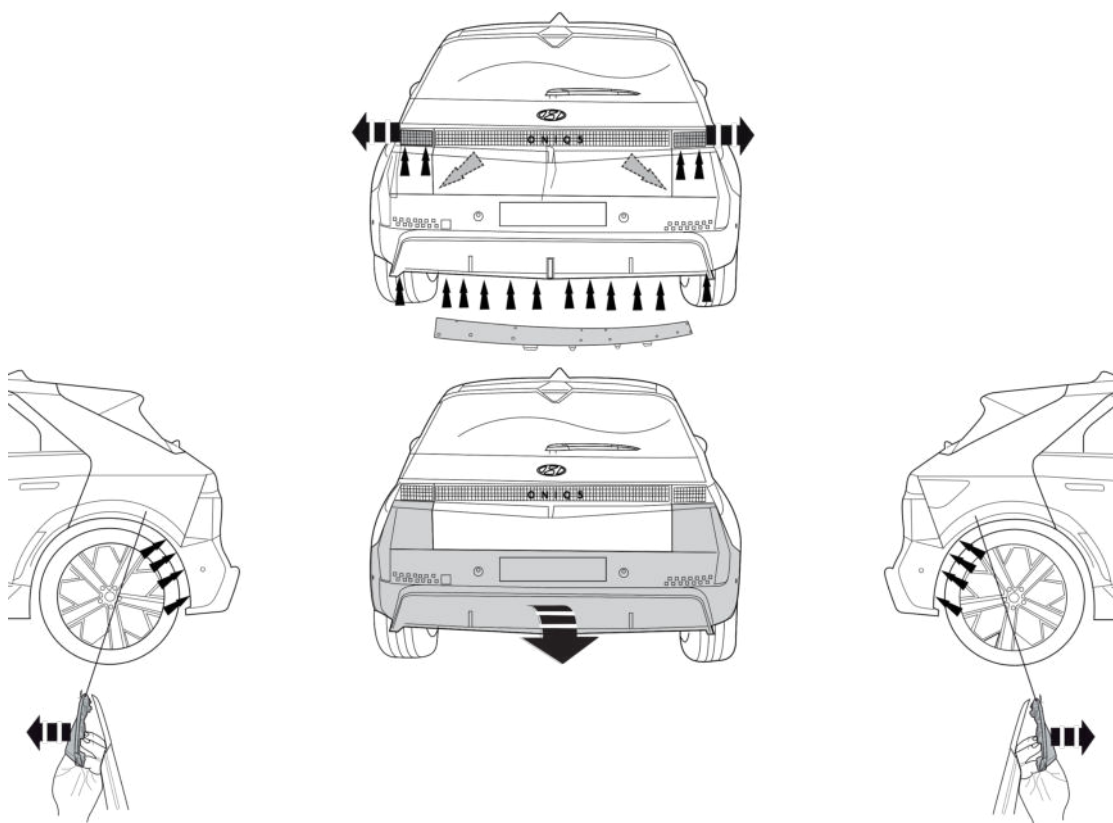

Fig. 1
1. Demonter baglysenhederne. Demonter kofangeren, inklusive køretøjets stødbjelke. Se fig. 1.
1. Zdemontować zespoły tylnych świateł. Zdemontować z pojazdu zderzak wraz ze belką zderzakową. Patrz rysunek 1.
1. Снять оба блока задних фар. Снять бампер вместе со буферным брусом автомобиля. См. рисунок 1.